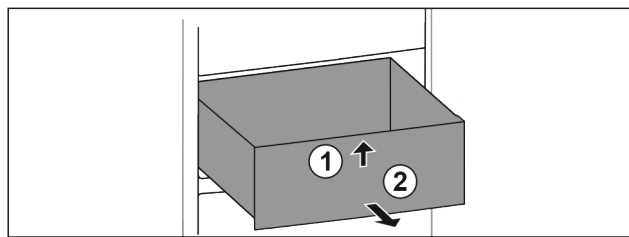

Fig. 120
- ▶ Ridicați sertarul în față. Fig. 120 (1)
- ▶ Extrageți sertarul spre înainte. Fig. 120 (2)